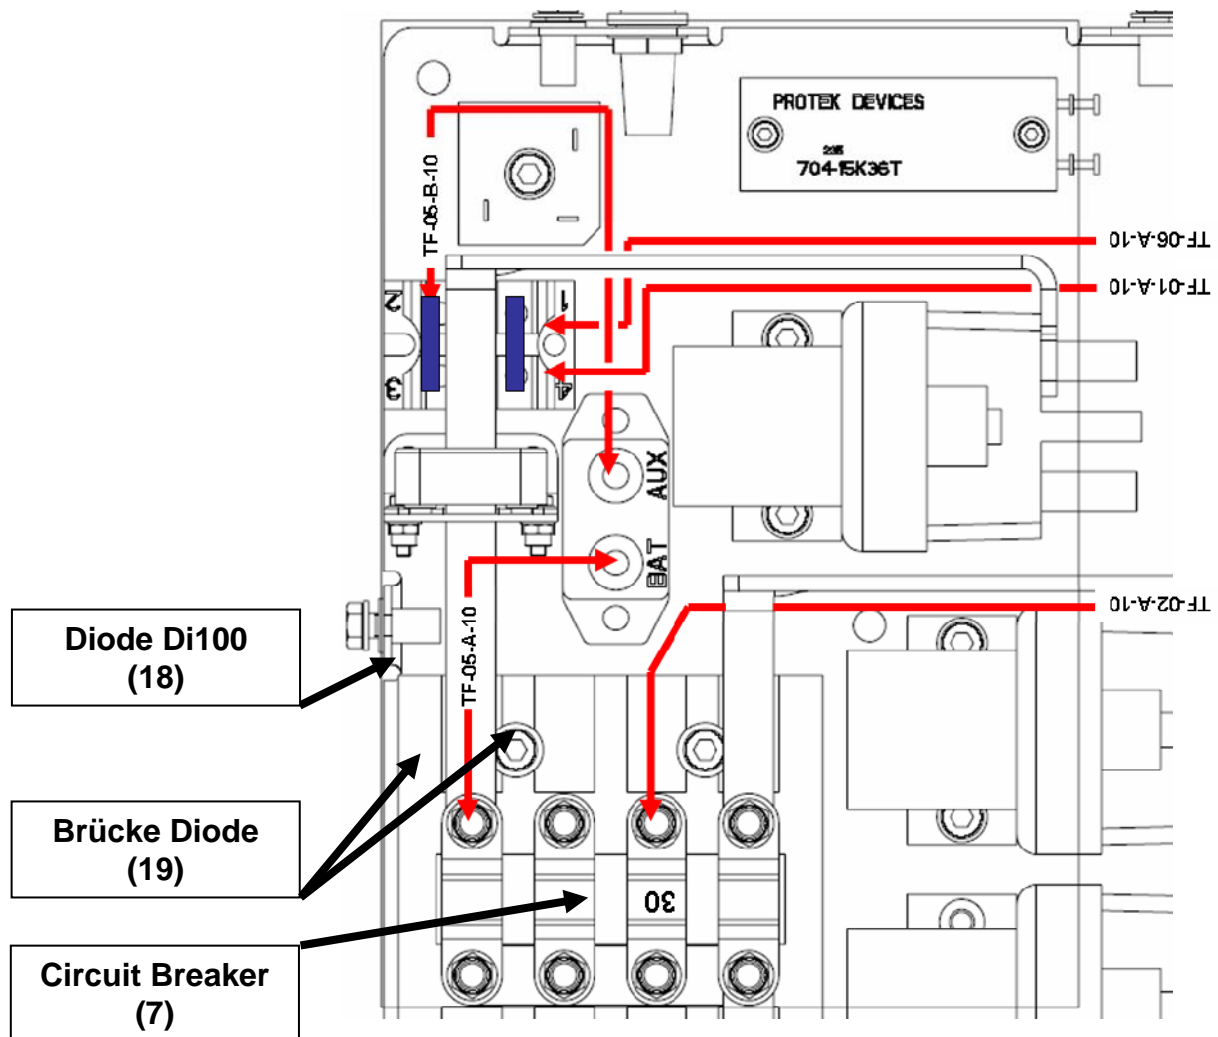

Bild 9 Relais träger nach Umrüstung von TAE 125-01 auf TAE 125-02, modifiziert
8. Modifizierung des TAE Relais träger 14V und 28V nach Umrüstung von TAE 125-01 auf TAE 125-02-99 (Siehe Bild 9) Cessna 172 F,G,H,I,K,L,M,N,P
- Sicherung 50A FADEC aus Sicherungshalter entnehmen und diese mit einer Sicherung 30A (12) ersetzen.